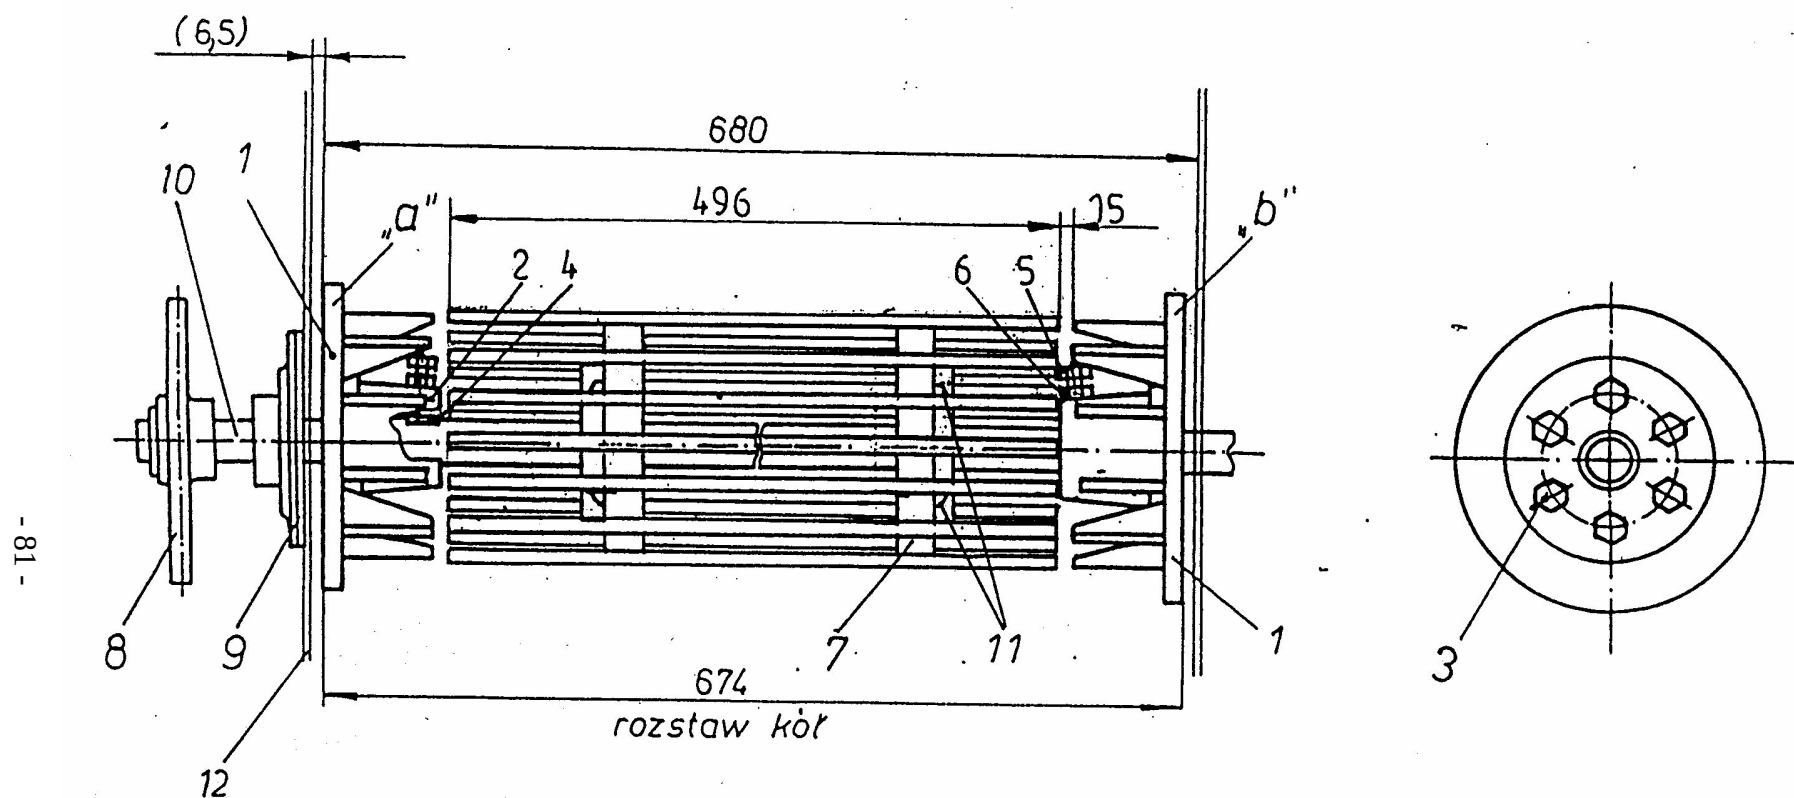

Рис. 32. Замена и установка приводных колёс
- сними цепное колесо 8 (рис. 32) и подшипник 9 с вала привода бурата 10,
- ослабь болты 11 (рис. 32),